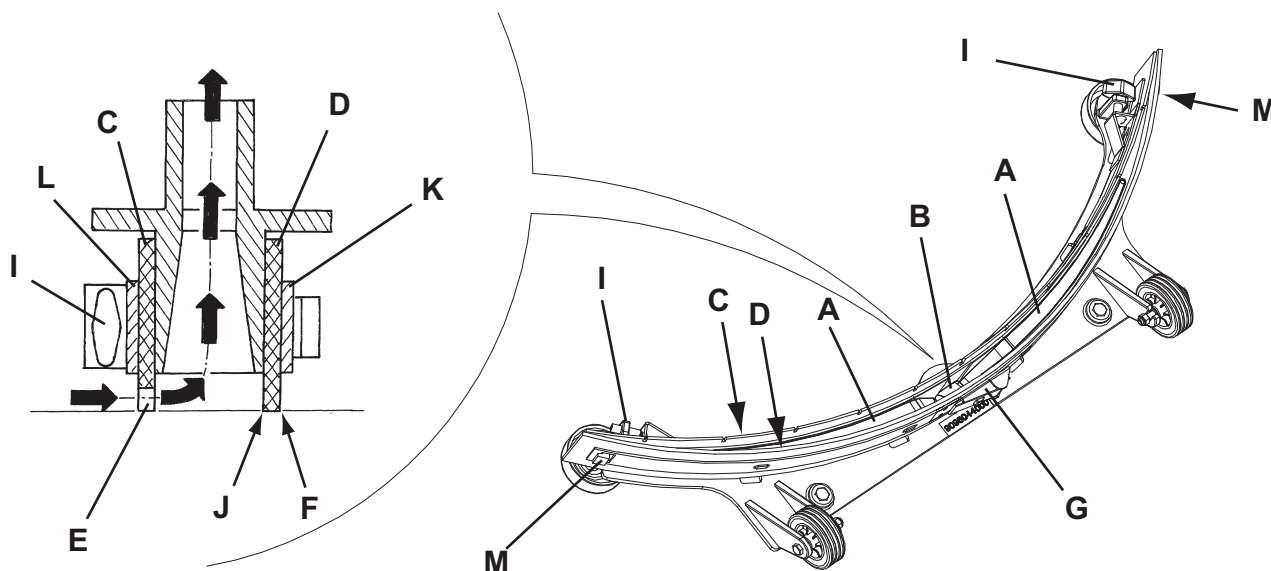

Figure 5
1. Nettoyer l'embouchure (Fig. 5) comme décrit au paragraphe précédent.
2. Contrôler que le bord (E, Fig. 5) de la lamelle en caoutchouc avant (C) et le bord (F) de la lamelle en caoutchouc arrière (D) se posent simultanément sur le marbre de contrôle, et en toute leur longueur ; en cas contraire, régler leur hauteur en procédant selon les instructions suivantes :
- Déposer le tirant (G), décrocher les dispositifs de retenue (M) et régler la lamelle en caoutchouc arrière (D), puis accrocher les dispositifs de retenue et installer le tirant.
- Desserrer les boutons (I) et régler la lamelle en caoutchouc avant (C), puis serrer les boutons.
3. Contrôler que la lamelle en caoutchouc avant (C) et la lamelle en caoutchouc arrière (D) sont intactes et qu'elles ne présentent pas de coupures ou déchirures ; en cas contraire, les remplacer en procédant comme suit. Contrôler que l'arête (J) de la lamelle en caoutchouc arrière n'est pas usée ; en cas contraire, tourner la lamelle en caoutchouc, en remplaçant l'arête usée avec l'une des trois arêtes intactes. Si toutes les arêtes sont usées, remplacer la lamelle en caoutchouc en procédant comme suit :
- Déposer le tirant (G), décrocher les dispositifs de retenue (M) et enlever la bande de retenue (K), puis remplacer / tourner la lamelle en caoutchouc arrière (D). Pour la repose, procéder dans l'ordre inverse de la dépose.
- Dévisser les boutons (I) et enlever la bande de retenue (L), puis remplacer la lamelle en caoutchouc avant (C). Pour la repose, procéder dans l'ordre inverse de la dépose.
4. Connecter le tuyau d'aspiration (15) à l'embouchure.
5. Reposer l'embouchure (25) et serrer les boutons (26).
6. Si besoin est, régler le bouton de réglage de l'embouchure (27).